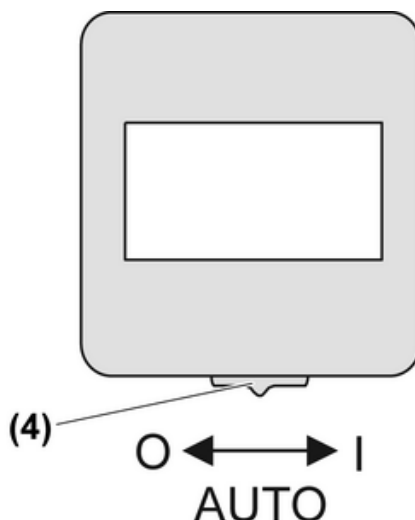

Figure 3: Sélecteur de modes de fonctionnement
Le sélecteur de modes de fonctionnement (4) du détecteur de mouvement permet de régler trois modes de fonctionnement (figure 3).